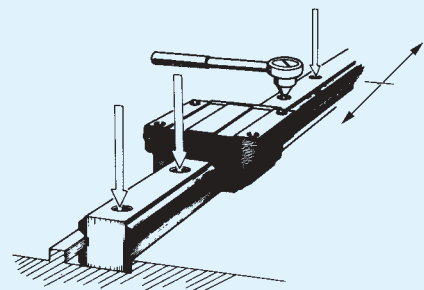

Abb. 10 Festziehen der Befestigungsschrauben
④ Die Befestigungsschrauben mit einem Drehmoment-schlüssel mit dem vorgeschriebenen Drehmoment in mehreren Teilschritten bis zum endgültigen Anzugs-moment festziehen (siehe Abb. 10 und Tab. 1 und 2 auf S. 10).